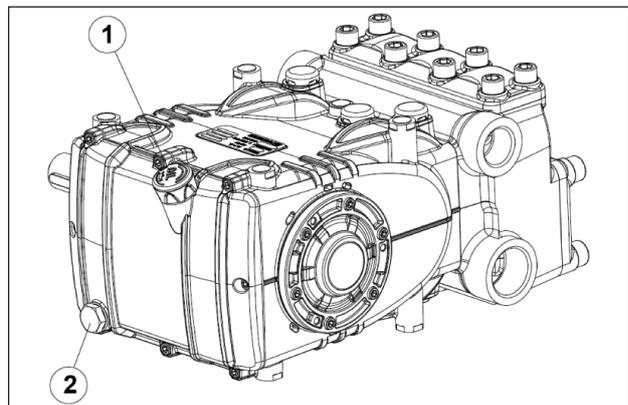

Fig. 3
Contrôler le niveau d'huile et faire l'appoint si nécessaire avec la jauge de niveau d'huile rep. ①, Fig. 3.
Le contrôle correct du niveau d'huile doit s'effectuer avec la pompe à température ambiante, alors que la vidange de l'huile se fait avec la pompe à la température de fonctionnement en retirant d'abord la jauge d'huile rep. ①, puis le bouchon rep. ②, Fig. 3.
Utiliser une sonde de température à plonger dans le bouchon de vidange d'huile rep. ② Fig. 3.